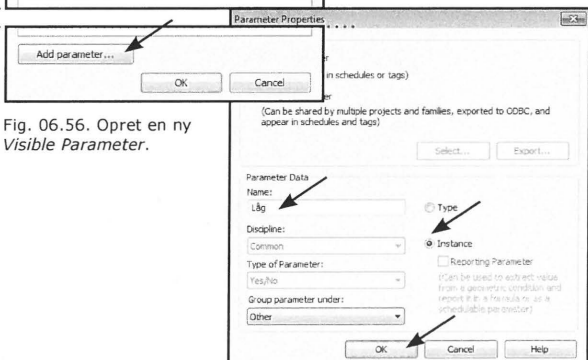

Fig. 06.57. *Parameter Properties*.
- Navngiv eksempelvis *Låg*, vælg *Instance Parameter* (Fig. 06.57). Og tryk *OK*.